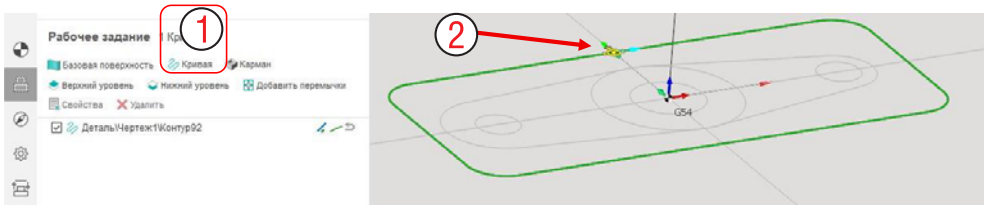

Рис. 5-2. Рабочее задание по 2D геометрии операции 2D контур.
Создайте новую операцию **2D контур**. В Рабочем задании укажите контур как на рис. 5-2 и нажмите на иконку **Кривая** (1).